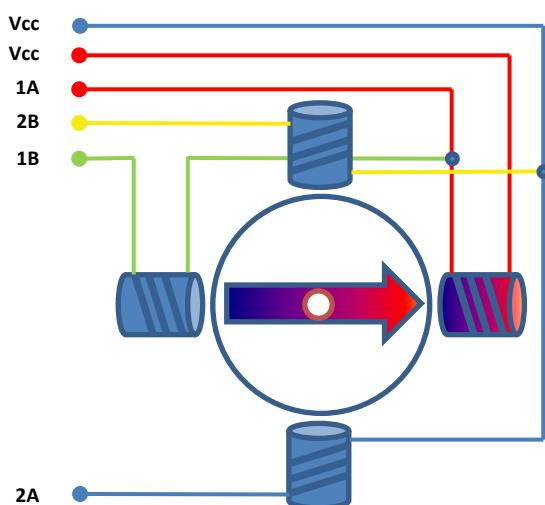

Рисунок 10. Схема обмоток униполлярного шагового двигателя.
**Униполлярный шаговый двигатель** имеет пять или шесть проводов. В соответствии со схемой привода запускается разом только одна четвертая обмоток. Линии  $V_{cc}$  (см.рис.10) обычно соединяются с положительным питающим напряжением двигателя. Концы обмоток 1a, 1b, 2a, и 2b соединяются при коммутации через транзисторы только с землей, в связи, с чем их управляющая электроника довольно простая.